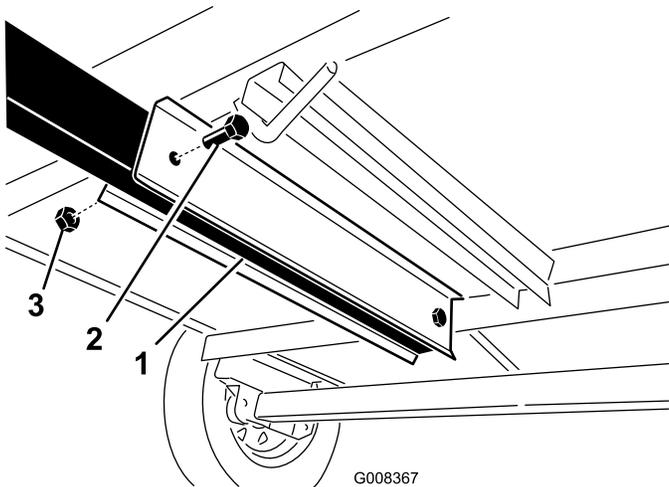

Figure 6
9. Fixez les boulons avec 2 écrous ( $\frac{5}{8}$  po) (Figure 6). Serrez les écrous de roues à un couple de 103 à 135 N·m (76 à 100 pi-lb).